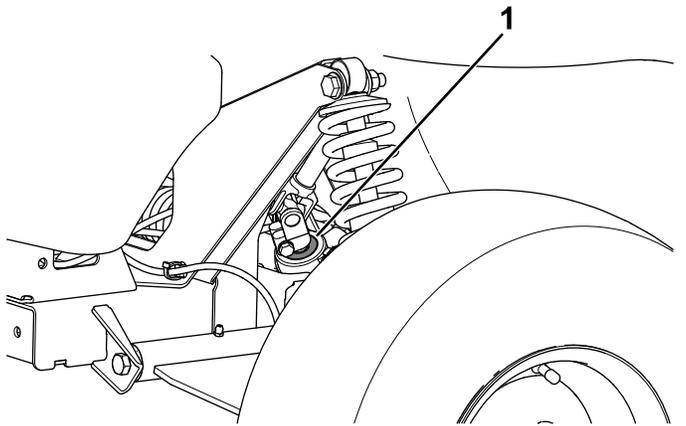

Figure 42
**Important:** Vérifier l'état et la fixation du joint de l'arbre de pignon (Figure 42).